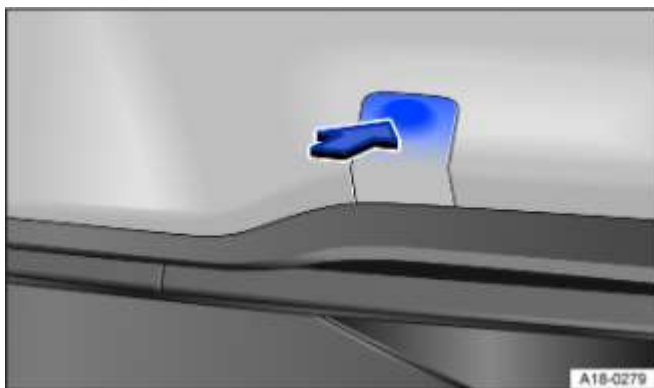

Fig. 177 Dans le pare-chocs arrière, côté droit : retrait du cache
- Appuyez sur la zone supérieure du cache dans le sens de la flèche pour déclipser le cache → Fig. 177.